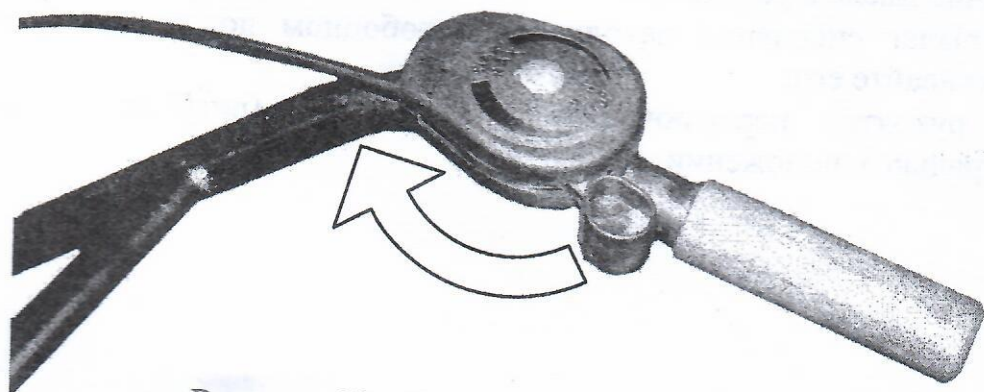

Рисунок 12 – Рычаг управления газом
3. Установить рычаг управления дроссельной заслонкой в среднее положение (Рис. 12).
Медленно нажмите на рычаг управления газом рисунок 12 плавно увеличьте число оборотов двигателя.